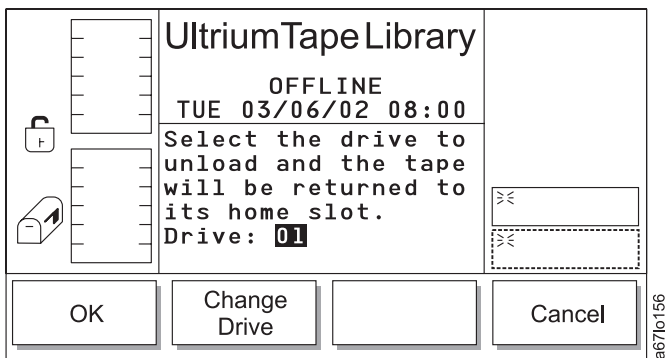

Abbildung 133. Entladedialog
- Wird **Unload** ausgewählt, erscheint der Entladedialog (siehe Abb. 133 auf Seite 149).
Tabelle 82. Übersetzung von Abb. 133, Entladedialog